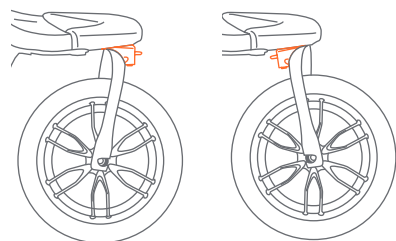

Fig. 14a
- 14)** • Le roue avant sont équipées d'un dispositif de verrouillage pour les bloquer de pivoter et engager avant ou l'arrière (Fig. 14a).